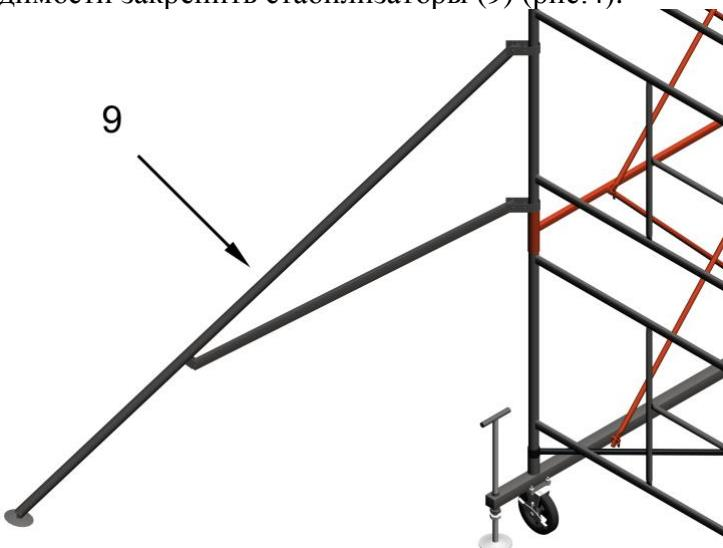

рис.4
4.1. При сборке вышки высотой от 6.3 метра (4 секций включительно), для дополнительной устойчивости, у основания при необходимости закрепить стабилизаторы (9) (рис. 4).